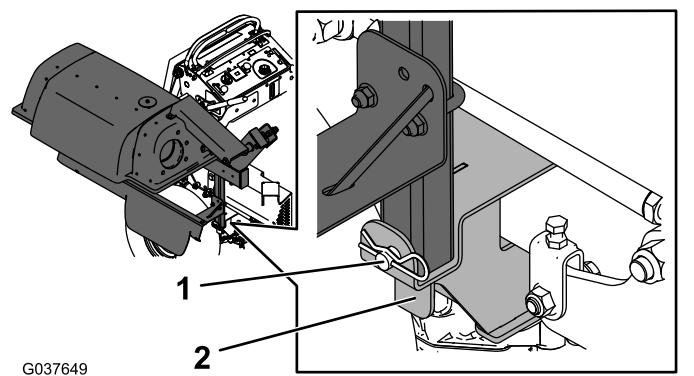

図 15
- バガーフレームの底部前側を、トランミッションの取り付けブラケットに固定するクレビスピンとヘアピンコッターを使用する図 15。